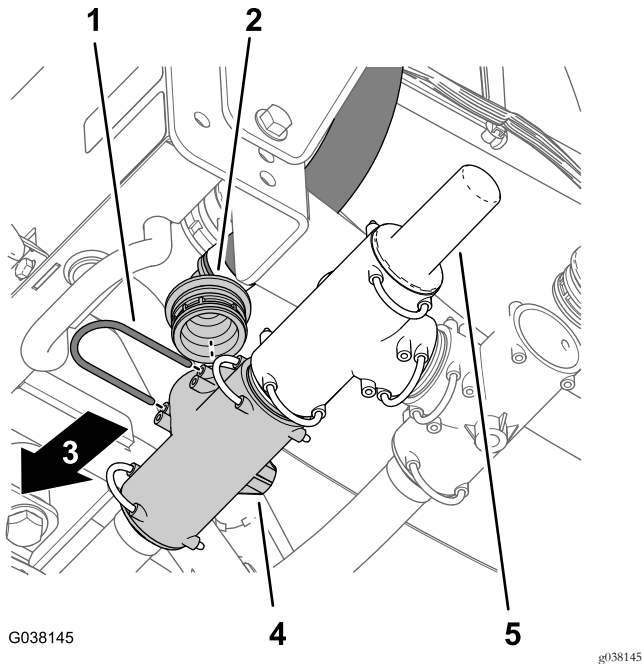

图24
3. 卸下将打药车供水软管的 90° 宝塔接头固定至泄压阀前部 T 形接头的卡环 图24。
4. 从 T 形接头卸下 90° 宝塔接头 图24。